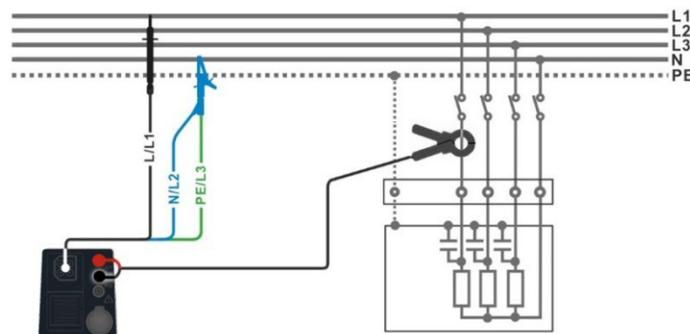

Abbildung 7.57: Oberwellenmessung
- › Schließen Sie den 3-Leiter-Prüflleitung und die Stromzange am Prüfobjekt an, siehe **Abbildung 7.57**.